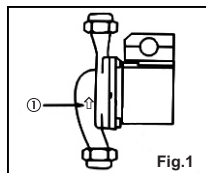

Fig.1
- O sentido do fluxo deve corresponder com a seta localizada na carcaça da bomba (Fig.1).